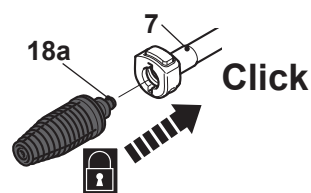

Fig. 5
3. Alinee las lengüetas (18a) de la boquilla en las ranuras del puerto de conexión de la lanza de extensión (7) (Fig. 5).